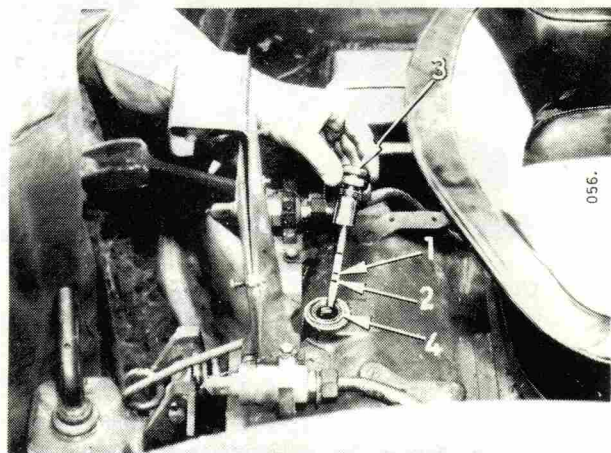

Fig. 73
Dévisser la jauge (3, Fig. 73) et remplir le réservoir avec du fluide conforme aux spécifications données page
- Sortir la jauge (3, Fig. 73) après avoir dévissé le filtre reniflard. Essayez la jauge, l'introduire à fond dans l'orifice sans la visser et la sortir ensuite afin de pouvoir lire le niveau d'huile.